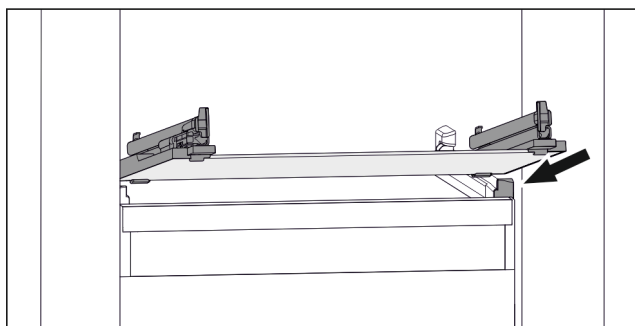

Fig. 75 Vejledende visning af glaspladen
- ▶ Sæt glaspladen skråt bag stoppene. (se Fig. 75)